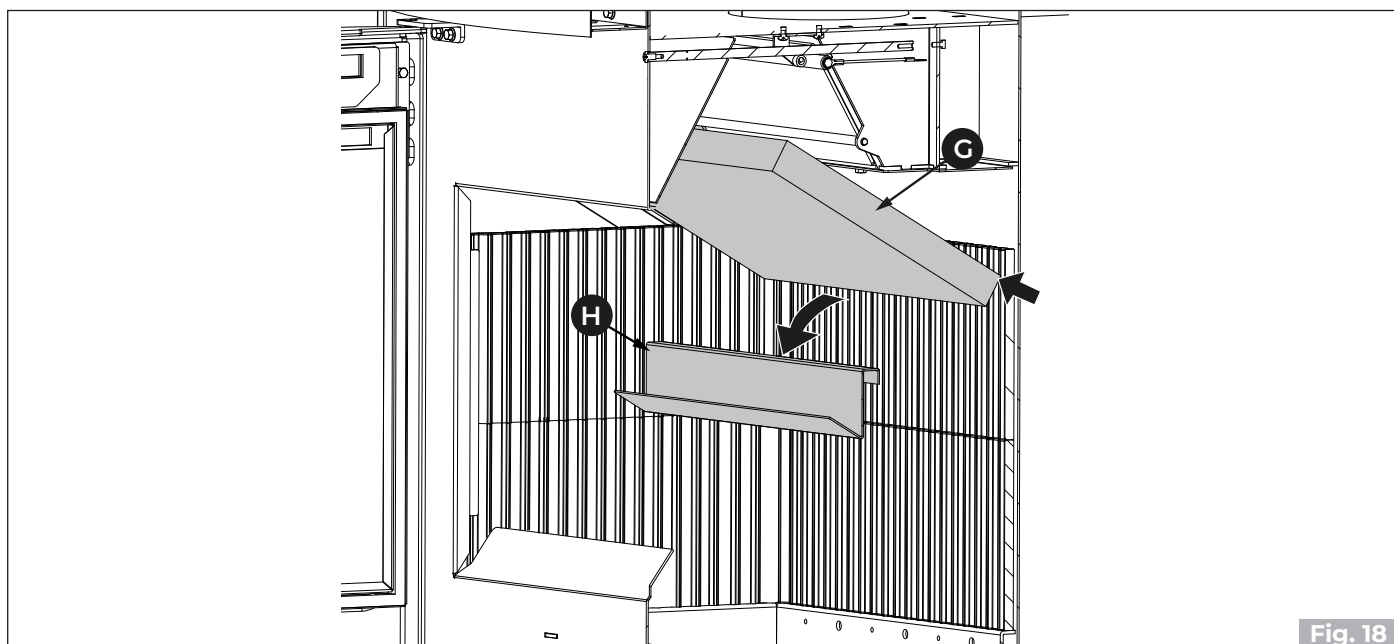

Fig. 18
Aprire la porta, sollevare il deflettore (G) e rimuovere la lamiera della post-combustione (H) ("Fig. 18").